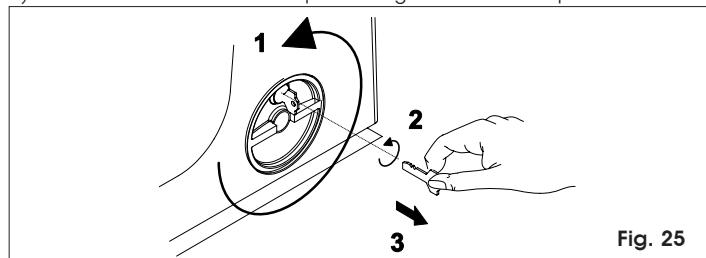

Fig. 25
- 1) Gire el sistema de desbloqueo en sentido antihorario unos 180°, como se indica en la Fig.25.
- 2) Gire la llave en sentido antihorario y quitela de la cerradura, como se indica en la Fig.25.